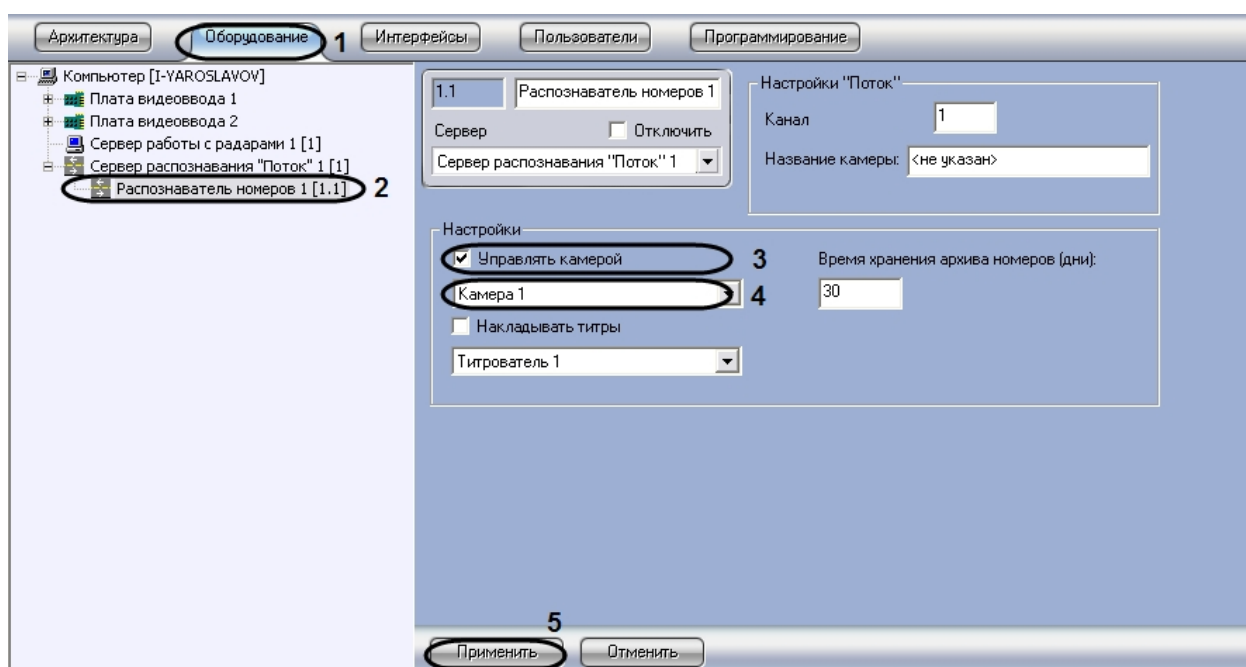

Рис. 47. Активирование функции и выбор камеры видеонаблюдения для ведения видеозаписи
2. В дереве объектов на вкладке «Оборудование» выбрать объект «Распознаватель номеров», соответствующий настраиваемому программному модулю «Поток». В правой части вкладки «Оборудование» отобразится панель настройки выбранного объекта (см. Рис. 47).